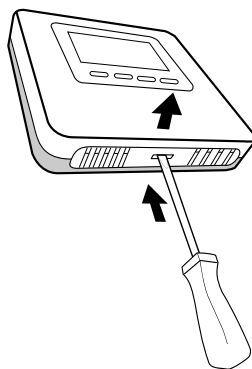

Fig. 11
- Separare la base di fissaggio del Sensore Ambiente esercitando una leggera pressione sulla linguetta posta in basso (Fig.11).